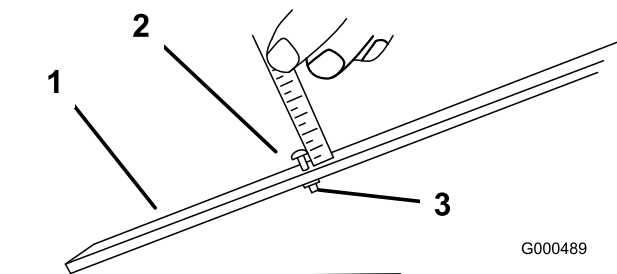

Bild 16
2. Lösen Sie die Mutter an der Messlehre und stellen Sie die Einstellschraube auf die gewünschte Schnitthöhe ein. Bild 16 Der Abstand zwischen dem unteren Ende des Schraubenkopfs und der Stirnseite der Messlehre ist die Schnitthöhe.